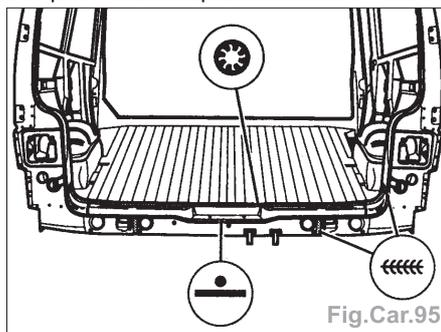

Fig.Car.95
- Souder la traverse AR avant la tôle de fermeture (Fig.Car.95).